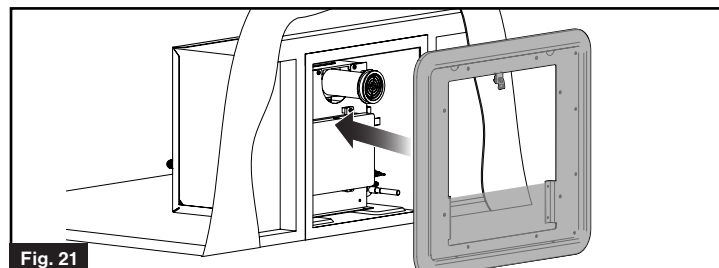

Fig. 21
1. Inserte la brida de la puerta en la carcasa del calentador de agua y presione la brida firmemente contra la pared lateral. (Fig. 21)